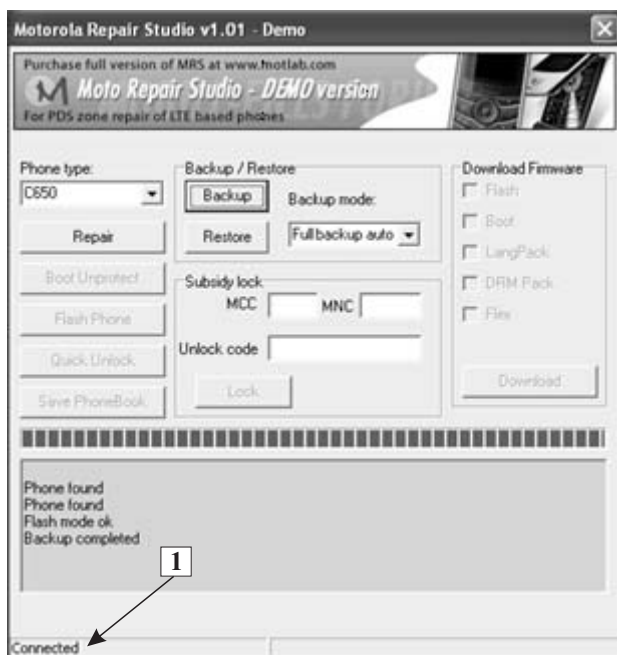

Рис. 2.36. Основное диалоговое окно программы «Motorola Repair Studio» (демо-версия)
Программа Motorola Repair Studio предназначена для восстановления работоспособности телефонов Motorola семейства P2K. Данный программный продукт является коммерческим, однако существует бесплатная демо-версия, позволяющая создать резервную копию содержимого Flash-памяти телефона, загрузить ее в телефон, а также произвести восстановление зоны PDS телефонов. Текущая версия (1.01) рассматриваемой программы поддерживает следующие модели телефонов: C650, C380, E398, V3, V80, V180, V220, V300, V500, V550, V600, V620, V635. Основное диалоговое окно данной программы приведено на рис. 2.36.
2. Подключают к компьютеру телефон, находящийся в режиме программирования (перевод в этот режим выполняют одновременным нажатием (на выключенном телефоне) клавиш «\*», «#» и включением питания). Программа обнаружит подключение телефона к компьютеру, после чего в строке статуса, расположенной в нижней части диалогового окна, появится сообщение «Connected» (1 на рис. 2.36).